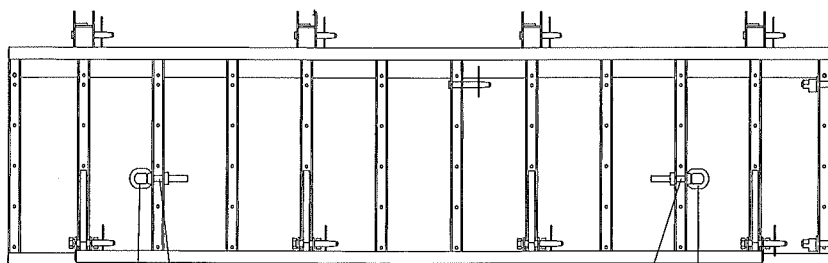

Fig. 6
4. Svitare le viti con anello **4** e fissarle nuovamente nei fori **a**. Fig. 6